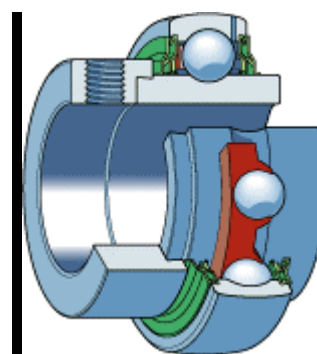

Figura 3.14- cuscinetto tipo YEL
- Lo YAT, che ha l'anello interno più largo solo dalla parte del dispositivo di fissaggio, è munito di due tenute laterali (Figura 3.14)